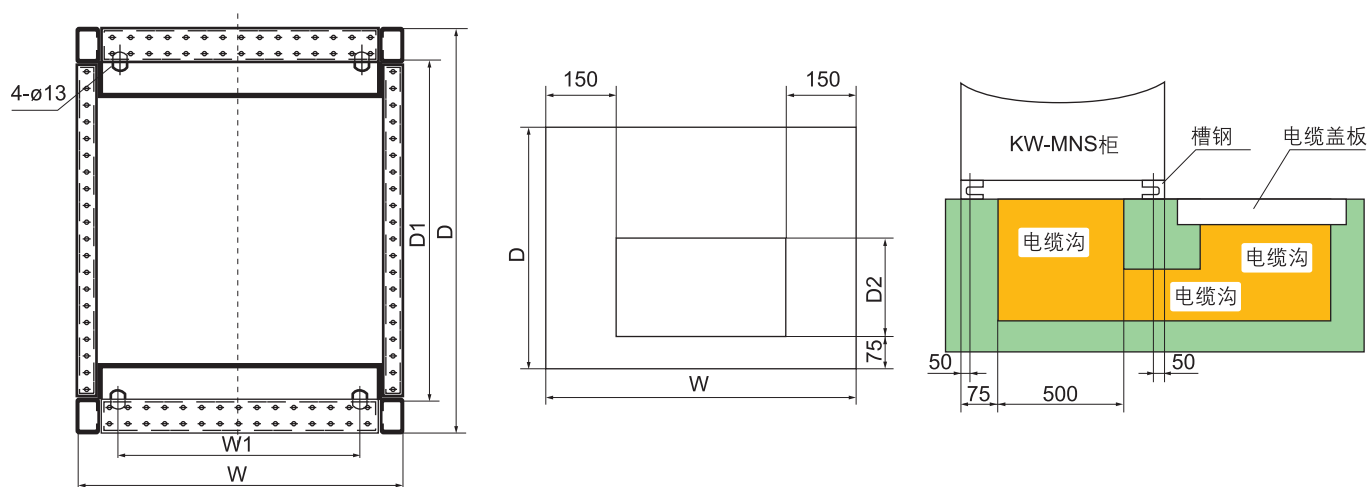

图3 进线柜、母联柜和电容柜的安装尺寸及基础示意图
a. 进线柜、母联柜和电容柜的安装尺寸及基础示意图（见图3）